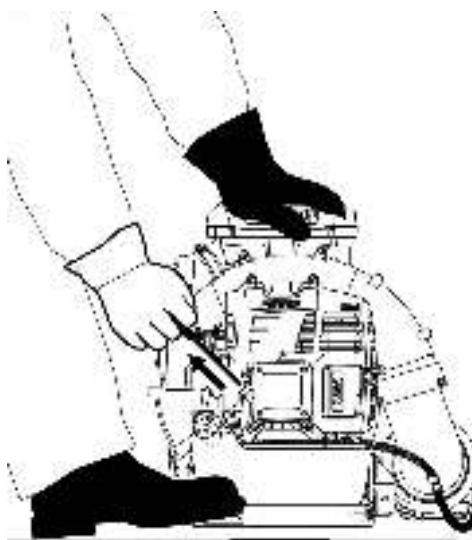

Рис. 10. Положение оператора при запуске двигателя
6. Установите ногу на подножку, левой рукой зафиксируйте устройство (Рис. 10). Проверните коленчатый вал двигателя ручным стартером до тех пор,